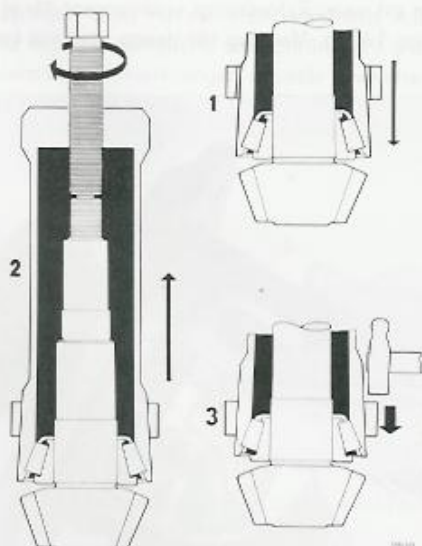
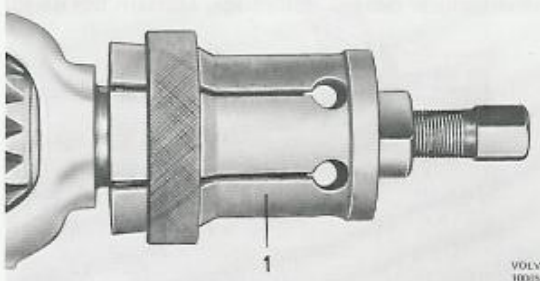

Bild 38. Avdragarens anbringande
Bild 40. Demontering av differentialhuslager
Skjut avdragaren ner över rullarna och tryck ner låsringen. Dra därefter upp avdragaren med skruven tills rullarna ligger mot såväl kanten på innerbanan som kanten på avdragaren. Knacka åt låsringen med en hammare. Se även bild 38.
3. Dra av differentialhuslagren med avdragare SVO 2567 för typ 23 och SVO 2483 för övriga bakväxlar, se bild 40. Beträffande avdragarens anbringande, se även bild 38. Ta vara på justermellanläggningen.